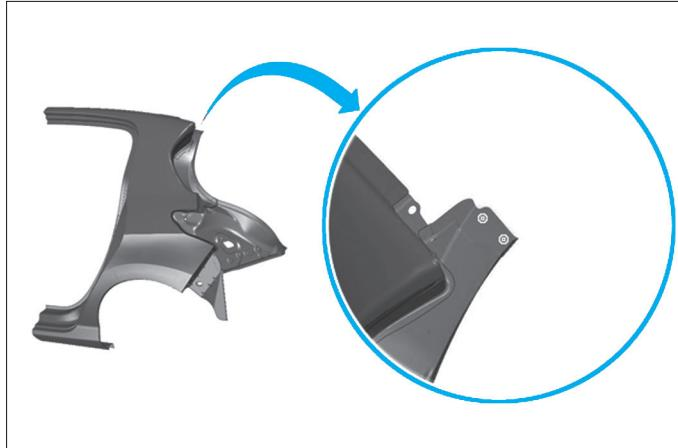

FIG. 164
- Percer des trous pour le soudage par points bouchons (Fig.164).